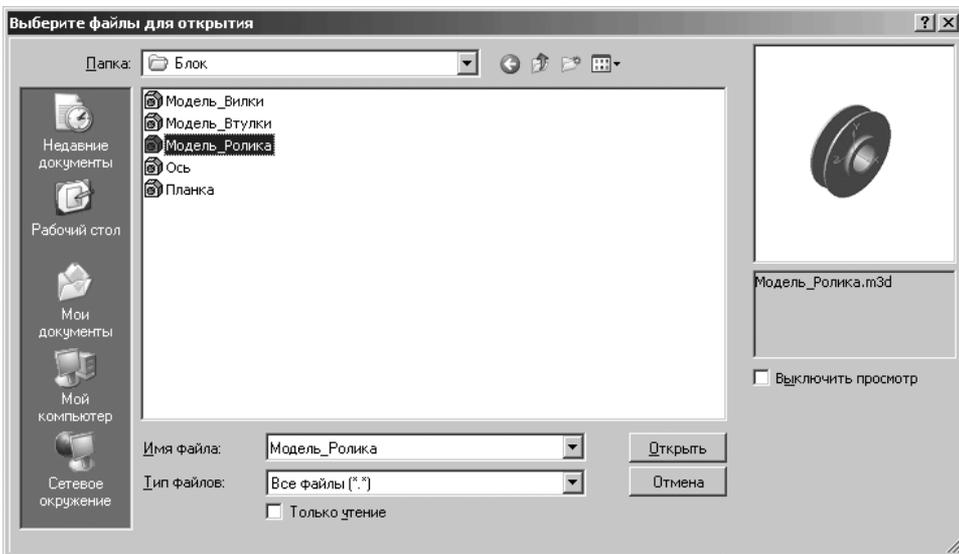

Рис. 6.31. Диалоговое окно **Выберите файл для открытия** с выбранным файлом **Модель_ролика**
- щелкните в диалоговом окне **Выберите файл для открытия**, например, по файлу под именем **Модель_Ролика**. Содержимое выбранного файла появится в окне просмотра в правой части диалогового окна. Возможное состояние системы показано на рис. 6.31.